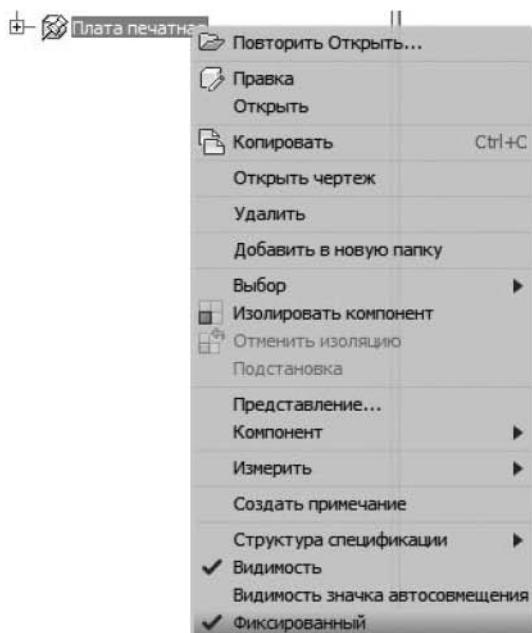

Рис. 9.82. Фиксирование печатной платы
12. Зафиксируйте положение печатной платы, для чего выделите компонент в браузере, щелкните правой кнопкой мыши и из появившегося контекстного меню выберите команду **Фиксированный** (рис. 9.82). Появление в браузере Кнопки  слева от названия компонента означает, что он зафиксирован.